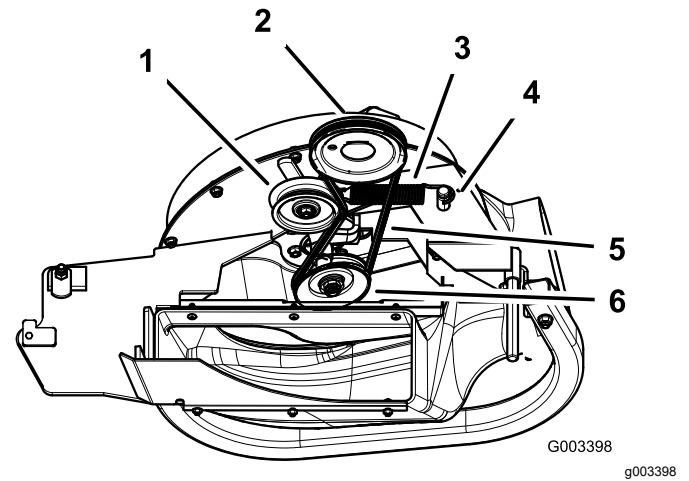

Figure 12
1. En cortacéspedes de 152 cm y 183 cm (60" y 72"), instale la correa alrededor de la polea del soplador (Figure 12).